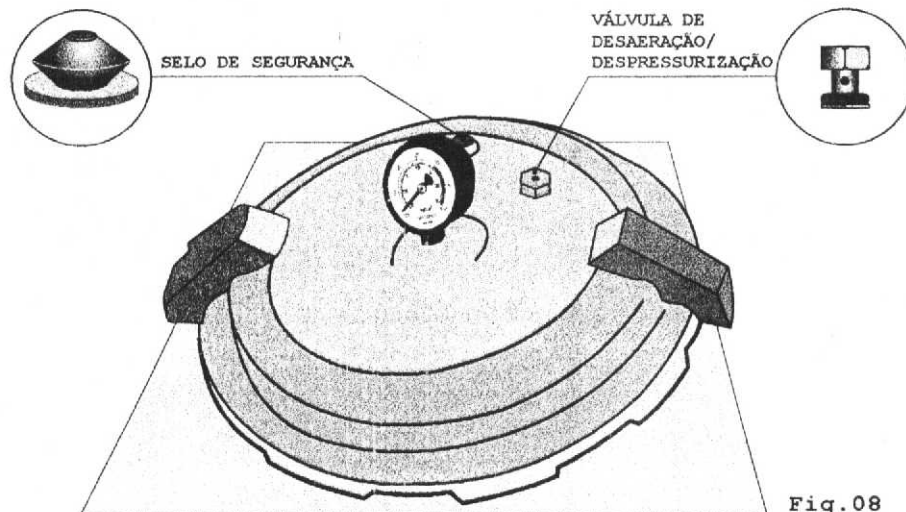

Fig.08
FUNÇÃO DE DESPRESSURIZAÇÃO: no final do ciclo deve ser pressionada com o auxílio de um instrumental plástico resistente à temperatura de 135 °C ou de madeira, (materiais que não riscam a tampa), para que o vapor seja expulso rapidamente assim que soar o beep que indica o fim do ciclo de esterilização ou por qualquer razão que o operador queira interromper o ciclo, Fig.08.
Atuará caso haja obstrução da Saída Interna de Vapor, localizada na parede interna da câmara, Fig.10, ou da Válvula Controladora de Pressão, Fig.11. Neste caso o pino central do Selo se deslocará para cima aliviando a pressão interna, Fig.08
- 1 ► SELO DE SEGURANÇA - consulte "Características da Autoclave", Fig.08.
- a ► Certifique-se da limpeza da Autoclave e da desobstrução da Válvula de Desaeração/Despressurização, Fig.08, Saída Interna de Vapor e Saída Externa de Vapor, Fig.10.